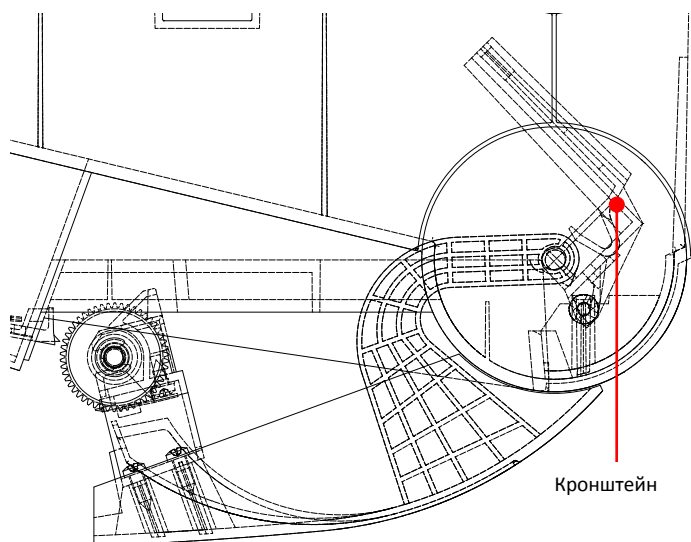

Рисунок 6. – Кронштейн повернут, крышка отсека открыта на небольшой угол.
3. Откройте крышку на небольшой угол (см. рисунок 6);
4. Поверните кронштейн (см. рисунок 6);